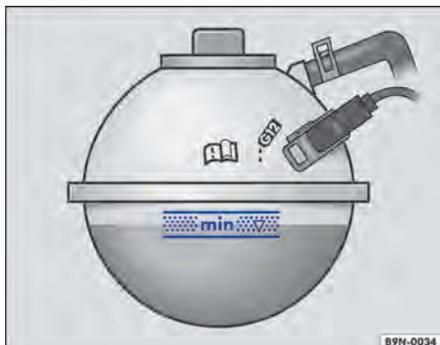

Fig. 195 No compartimento do motor: marcação no reservatório de expansão do líquido de arrefecimento do motor.
- Com o motor frio, verificar o nível do líquido de arrefecimento do motor pela marcação lateral do reservatório ⇒ Fig. 195.
- O nível do líquido de arrefecimento do motor deve estar entre as marcas ⇒ Fig. 195. do reservatório compensador. **Não completar acima da borda superior da área demarcada** ⇒ .
- Abastecer com líquido de arrefecimento do motor somente até a borda superior da faixa marcada ⇒ Fig. 195. Caso contrário, ao aquecer-se, o líquido excedente será expulso do sistema de arrefecimento do motor e poderá ocasionar danos.